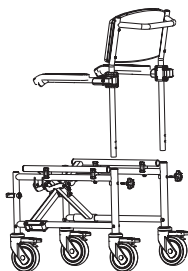

Fig.15
- Colocar el respaldo en el interior de los orificios del bastidor de la carrocería y fijarlo mediante los dos pomos de fijación (Fig.15);